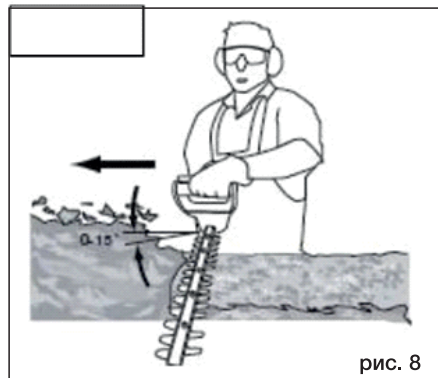

рис. 8
5. Обрезав боковые стороны, приступайте к верху. Старайтесь держать режущее устройство под углом примерно  $15^\circ$  к режущей поверхности. (рис. 8).